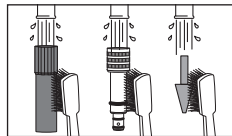

Fig. 28
- ① Nettoyez toute la surface externe de la pièce à main avec une brosse à dents à poils doux pendant au moins 15 secondes. (Fig. 28).